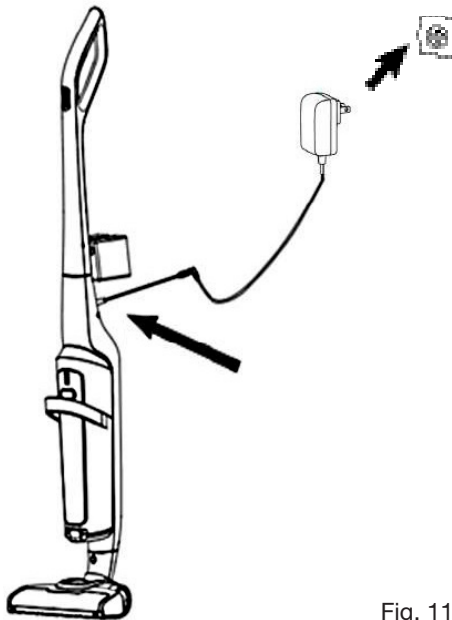

Fig. 11
2. A continuación, conecte el otro extremo del cargador a una toma de corriente (Fig. 11).